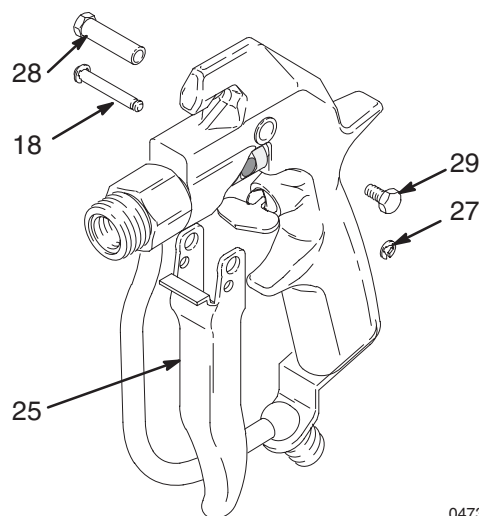

Fig. 8 04732
4. Ta bort en låsring (27). Tryck ut stiftet (18). Ta bort skruven (29), ledstiftet (28) och avtryckaren (25). Se Fig. 8.